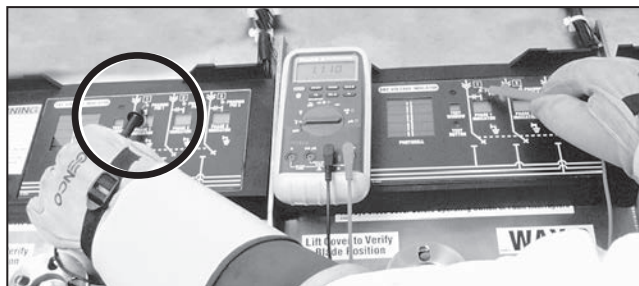

Figura 50. Medição da tensão fase/fase—Fase 1 para Fase 1
- (b) Coloque uma das pontas de prova no Pino de Faseamento 1 da primeira via e a outra ponta de prova no Pino de Faseamento 1 da segunda via. Meça a tensão fase/fase. Ver Figura 50. Na comparação da mesma fase das duas vias, a tensão deve ser zero ou próxima disso, indicando que os cabos estão em fase.